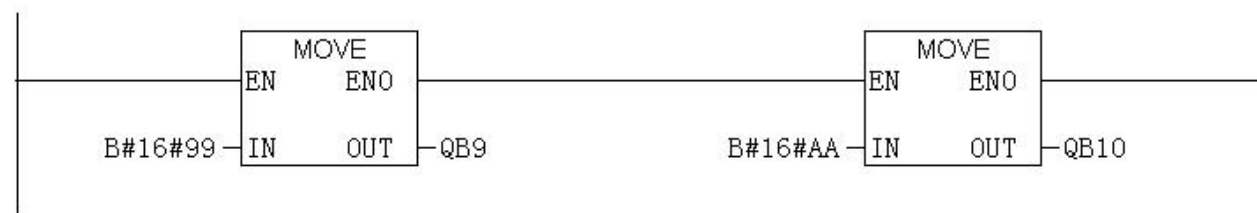

图 5-11 主站 2 的 OB1 模块中编写梯形图指令向 DP2 的 PROFIBUS 输出数据区 QB1~QB10 写入数据: 11~AA
在图 5-10 的变量表 VAT_1 中，也可以看到 QB1~QB10 的数据：11、22、33、44、55、66、77、88、99、AA，这是主站 2（CPU315-2DP）的 OB1 模块中编写的梯形图指令的运行结果——见“主站 2 的 OB1 模块中编写梯形图指令向 DP2 的 PROFIBUS 输出数据区 QB1~QB10 写入数据：11~AA”，目的在于向 DP1 发送数据。见图 5-11，下面的“(2) 主站 2 向主站 1 的数据传送”及图 5-12 有详细说明。
(2) 主站 2 向主站 1 的数据传送